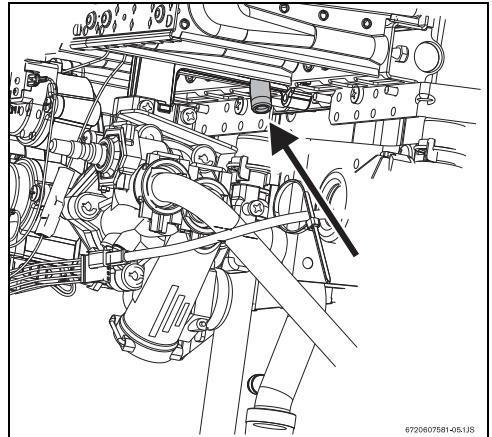

Fig. 11 Ponto de medição de pressão
- ▶ Desapertar o parafuso obturador (Fig. 11).